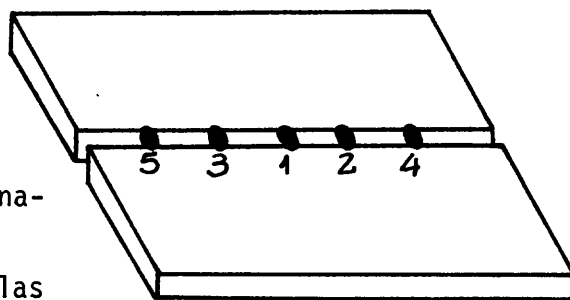

Fig. 1
- 1) El punteado debe ser alternado (fig. 1).